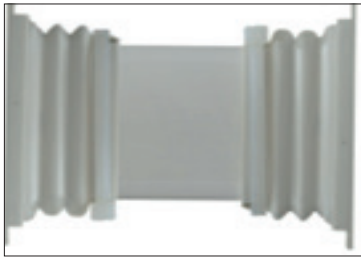

Abb.36
**Tipp:** Ist der Abstand zwischen AP und GV aufgrund der Montagebedingungen vor Ort größer, als in dieser Montageanleitung vorgegeben, so lässt sich mit den Kupplungselementen ein entsprechender Kanal herstellen. Zu diesem Zweck werden die Hälften mittig geteilt und um einen handelsüblichen Kabelkanal mit den Abmessungen 45 x 30 fixiert. Dazu verwenden Sie bitte die beiliegenden Kabelbinder (290 mm). Über die Länge des Kabelkanals lässt sich der Abstand zwischen den Gehäusen variieren (**siehe Abb.36**).